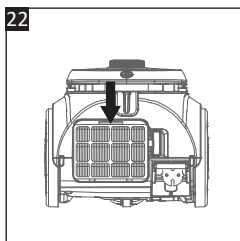

Fig. 22
3. Presione hacia abajo la pestaña en la parte superior del filtro de salida de aire (24) para quitarlo de la aspiradora (**Fig. 22**).